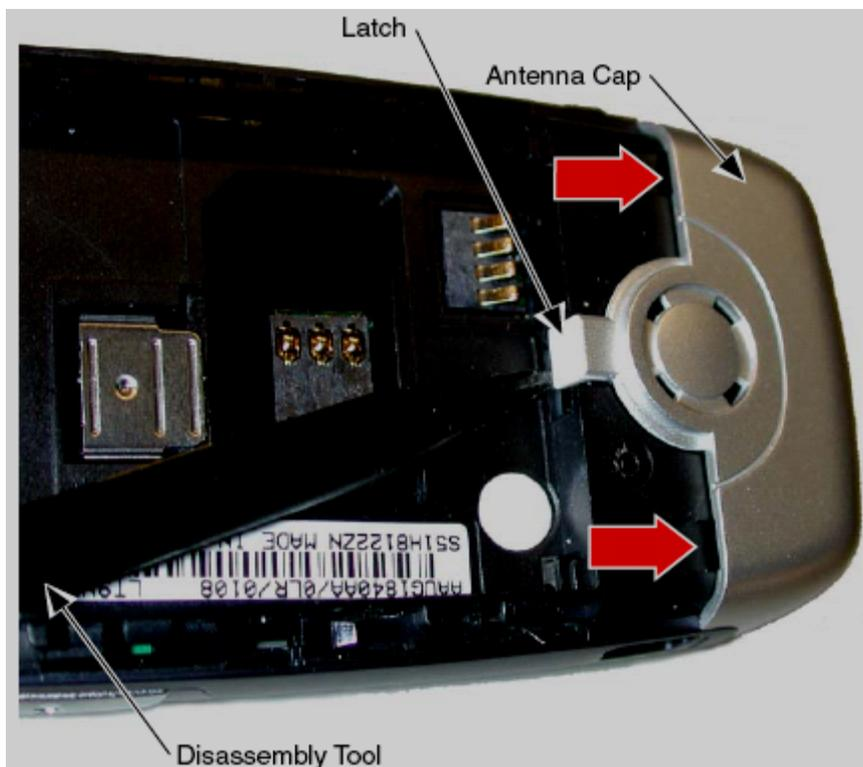

图7. 拆卸天线盖板
1. 如图7所示，拆卸天线盖板
1. 如图7所示, 去掉螺钉, 释放外壳两侧卡锁